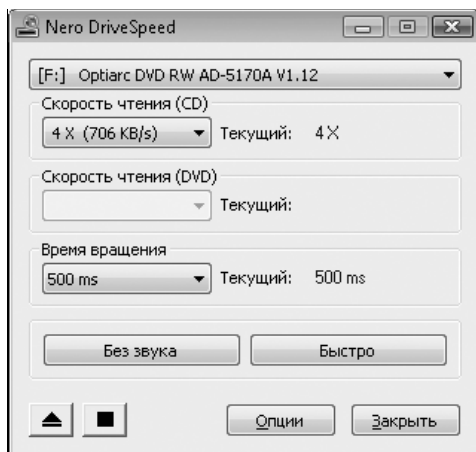

Рис. 12.1. Окно программы Nero DriveSpeed
1. Запустите программу (**Пуск | Все программы | Nero | Инструменты | Nero DriveSpeed**). Откроется окно программы (рис. 12.1), а в области уведомлений панели задач появится ее значок.
3. В раскрывающихся списках **Скорость чтения (CD)** и **Скорость чтения (DVD)** выберите требуемую скорость.